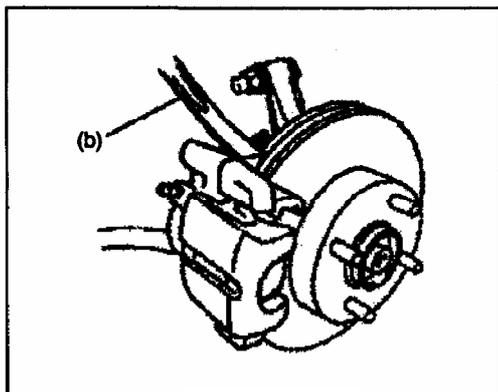

Рис. 525
4) Установите тормозной диск. (Рис. 525)